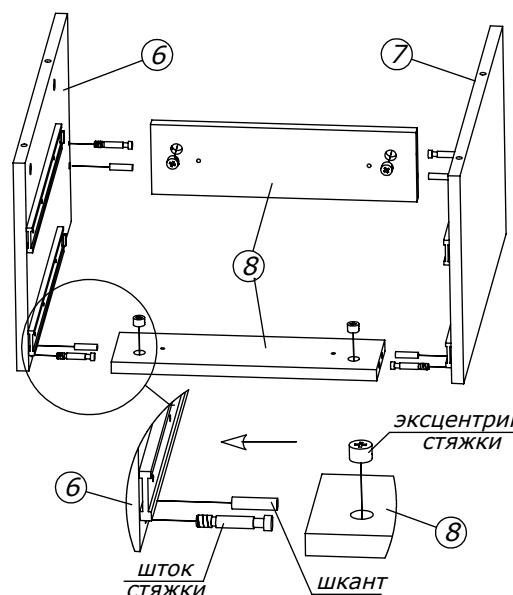

Рис. 2 - Сборка тумбы
Соедините бок левый (6) и бок правый (7) с перемычками (8), для чего вверните в отверстия на боках штоки стяжек и установите шканты (см. рис. 2). Перемычки (8) наложите на бока (6) и (7) таким образом, чтоб штоки стяжек и шканты на боках встали в отверстия на перемычках, после чего затяните эксцентрики стяжек до упора, чтоб получилась жесткая фиксация.